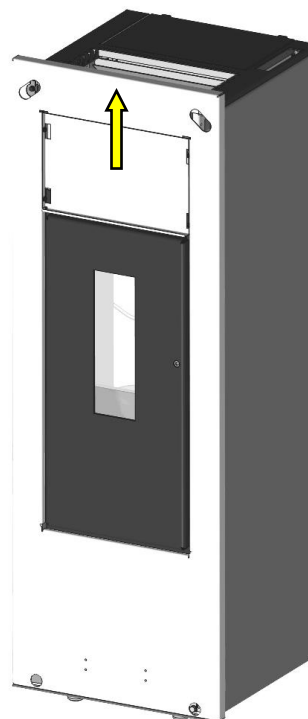
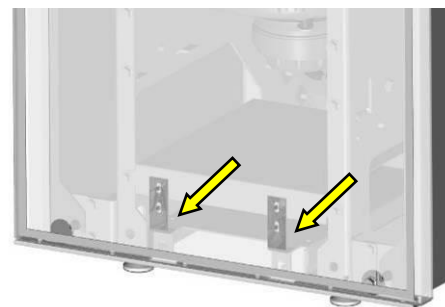

Fig. 18 : retrait de la plaque frontale
Fig. 19 : détail habillage frontal
4. Soulevez toute la plaque frontale (représentée en blanc, Fig. 18) des brides inférieures (Fig. 19) et retirez-la.